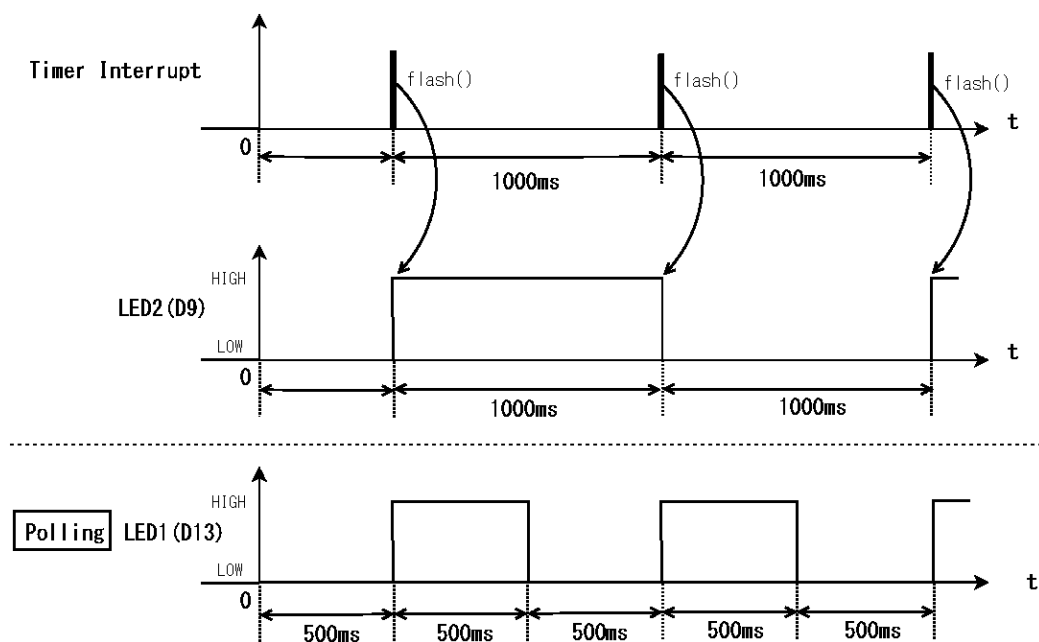

図 2.63 ポーリングと割り込みによる周期の異なる LED の同時点滅
(3) D13 ポート, D9 ポートをデジタル出力に設定する。
(4) タイマ割り込みの時間間隔を 1000msec (1 秒)に設定する。
(5) ポーリング (loop0内) に LED1 を 500ms 毎に点灯, 消灯を繰り返すタスクを追加する。
(6) スケッチに名前を付けて保存する (Tr243_20180502 など)。
(7) ファイルメニュー 書き込み
(8) 図 2.63 のように, LED1 がポーリングにより 500ms 毎に点灯, 消灯を続け, LED2 がタイマ割り込みにより 1000ms 毎に点灯, 消灯を繰り返すことを確認する。